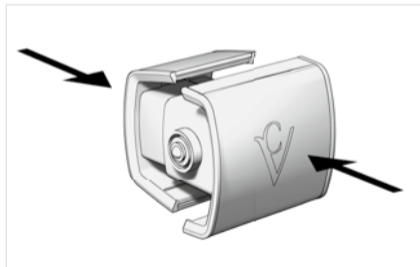

Рис. 01 Зажим для часов.
1. Потяните зажим для часов большим и указательным пальцами из держателя Chronovision One и сожмите их (см. рис. 01).